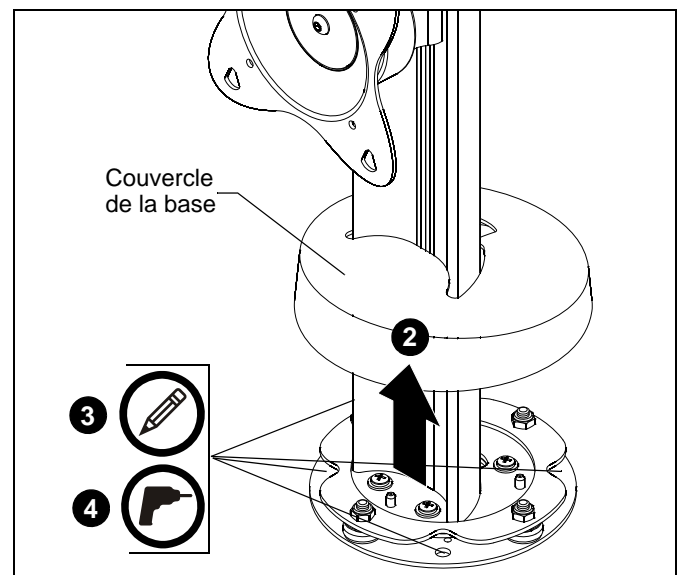

Figure 3
2. Soulevez délicatement le couvercle de la base du STS1 et fixez-le à la colonne à l'aide de ruban adhésif. (Voir Figure 3)
3. Marquez l'emplacement des quatre trous sur la surface de montage. (Voir Figure 3)
4. Percez des trous de 7,9 mm (5/16 po) de diamètre aux endroits marqués sur la surface de montage et, si désiré, un trou de 41,3 mm (1 5/8 po) de diamètre pour la gestion des câbles. (Voir Figure 3)